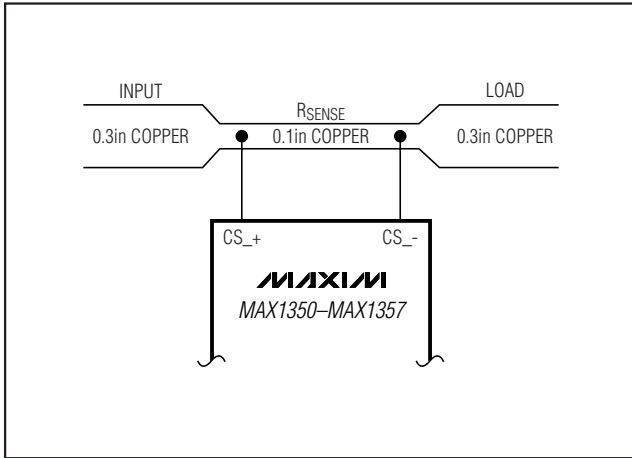
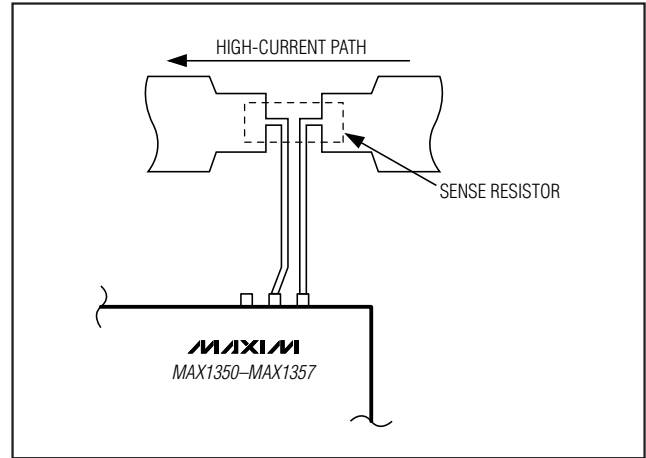

图3. 采用PCB走线构成 $R_{SENSE}$
图4. 检测电阻的Kelvin连接
- 5) 成本：如果 $R_{SENSE}$ 成本较高，可选用图3所示的替代方案。该方案采用PCB走线来构成检测电阻。由于铜电阻不够精确，必须通过一个电位器来调整满量程电流的输出值。而且，铜电阻的温度系数相对较大(约为 $0.4\%/^{\circ}\text{C}$ )。
图3中，假定被测负载电流为10A，采用0.3in宽、2oz铜走线。0.1in宽、2oz (70 $\mu\text{m}$ 厚)铜线的电阻为 $30\text{m}\Omega/\text{ft}$ 。对于10A电流，相应产生满量程50mV电压跌落，应选择 $R_{SENSE} = 5\text{m}\Omega$ 。该电阻需要约2in长、0.1in宽的铜走线。
采用低阻值检测电阻，MAX1350-MAX1357可进行大电流测量，检测电阻可并联以进一步提高电流检测范围(参见图3)。作为替代方案，PCB走线可在较大范围内调整。最大程度地减小走线长度，并采用Kelvin连接以确保精确检测(参见图4)。